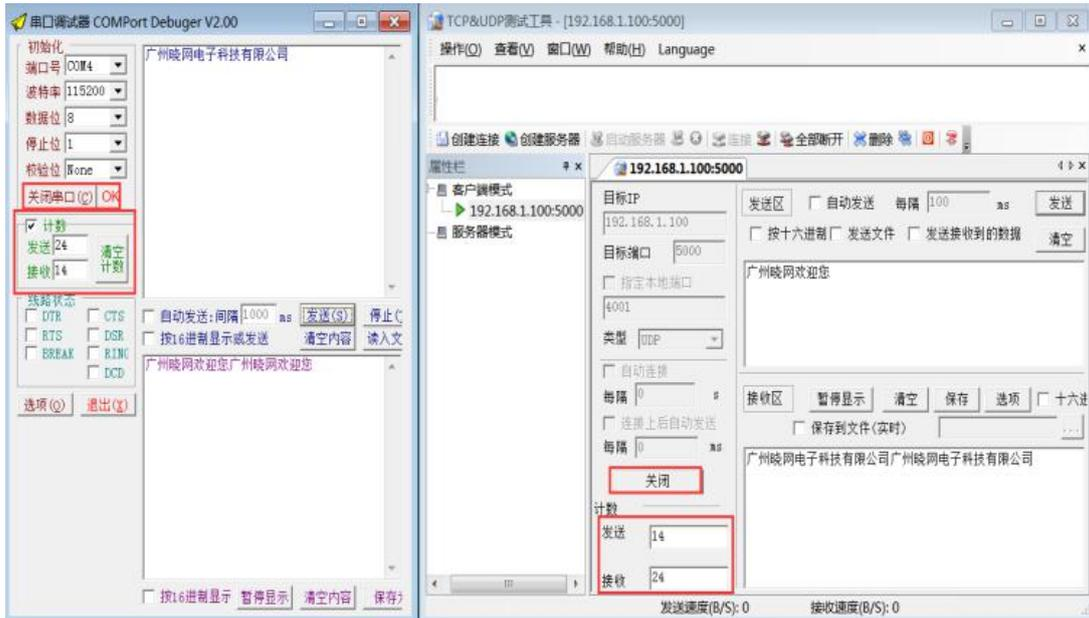

图 5.14
8. 出现“关闭”和“关闭串口 OK”说明连接成功，然后进行串口和 pc 端的数据发送接收测试，如果两边收发的数量相同，则测试成功。如图 5.14 所示。